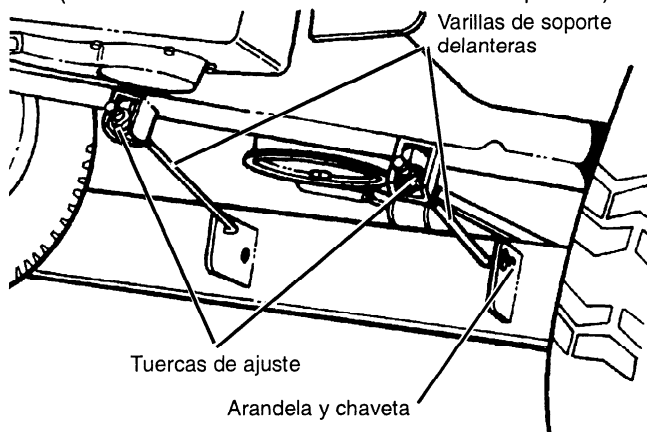

FIGURA 46
- Gire las tuercas en las varillas de soporte delanteras por igual, hasta que el ajuste sea correcto. (vea la Figura 46) Girar la tuerca en el sentido de las manecillas del reloj, elevará la parte delantera del
- Retire el pasador de traba con resorte y la arandela de las dos varillas de soporte del cortacésped al frente de la plataforma. (Vea la Figura 46)
- Conecte las varillas de soporte al frente de la plataforma, con arandelas y pasadores de resorte (vea la Figura 46).